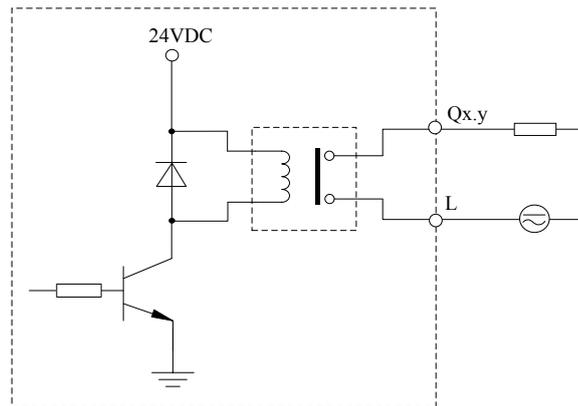

图3.1.8 LM3222输出通道（DO）等效电路图
输出通道(DO)等效电路如图3.1.8所示。
输出通道 (DO) 等效电路与LM3222相同, 参见图3.1.8。